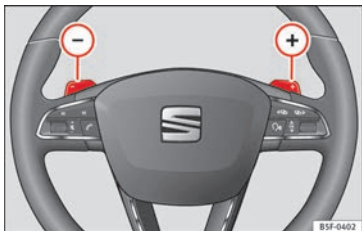

Abb. 175 Lenkrad: die Hebel für Automatikgetriebe.
- Um einen Gang hochzuschalten, tippen Sie die Schaltwippe **+** an » » **Abb. 175**.